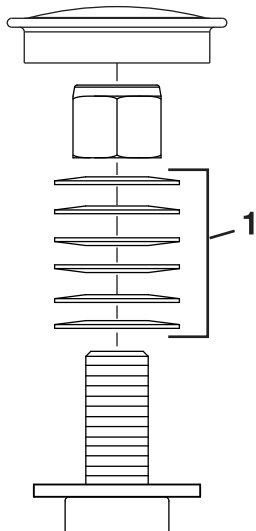

図 50
3. キャスタからダストキャップを外してロックナットを締め付ける 図 50。
4. スプリングワッシャが平たくつぶれるまでロックナットを締め付け、その位置から 1/4 回転もどすと、ベアリングに対して適切な予負荷がかかる 図 50。
重要スプリングワッシャが 図 50 のように正しく取り付けられていることを確認してください。
5. ダストキャップを取り付ける 図 50。